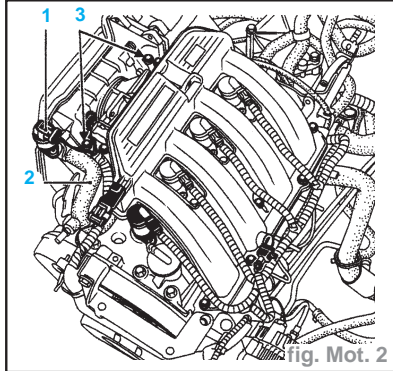

fig. Mot. 2
- les vis de fixation du boîtier filtre à air (3) (fig. Mot. 2).